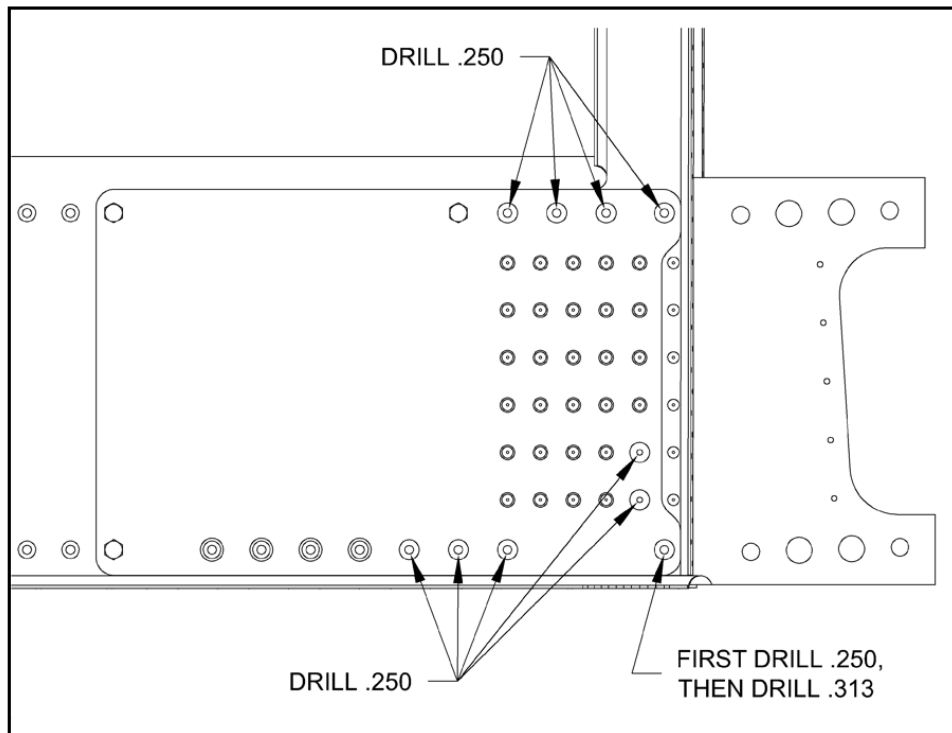

FIGURA 5: Furação do conjunto de bulkhead da seção central frontal
Passo 11: Remova a linha de freio e a linha de combustível que seguem para frente dos suportes do trem de pouso WD-1021-L/R e retire a conexão de fluido do Bulkhead (para a linha de freio) dos suportes. Consulte a Página 36-2 do KAI, Figuras 1 e 2, e a Página 37-3 do KAI, Figura 5.
Passo 20: Repasse todos os furos de 0,250 polegadas indicados na Figura 5 através do Conjunto do Bulkhead da Seção Central Frontal. Insira a extremidade de diâmetro reduzido da bucha de perfuração VA-00272 no furo do gabarito de perfuração. Segure a bucha firmemente contra o gabarito, e, mantendo a broca perpendicular à face do Bulkhead, repasse o furo existente na seção central para 0,250 polegada. Use uma furadeira angular quando necessário. Insira um parafuso AN4 à medida que cada furo for repassado.
Passo 21: Após todos os furos de 0,250 polegadas terem sido perfurados, insira a bucha de perfuração VA-00273 no furo inferior externo (veja a Figura 5) do gabarito de perfuração. Use uma furadeira angular para perfurar o furo de 0,250 polegada até 0,313 polegada. Se a broca utilizada com a furadeira angular não for longa o suficiente para perfurar completamente a barra da seção central, após perfurar o mais fundo possível com a bucha de perfuração no lugar, remova a bucha e finalize cuidadosamente o furo sem ela.